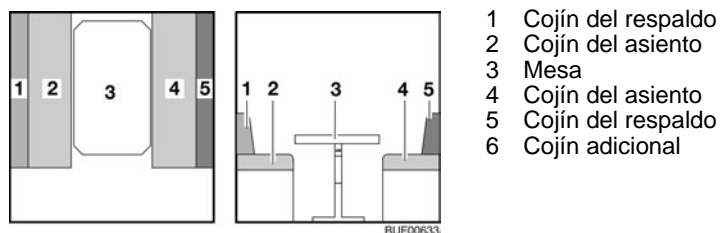

Fig. 118 Antes de la transformación
- Transformar la mesa (Fig. 118,3) en base de cama (véase apartado 7.7).